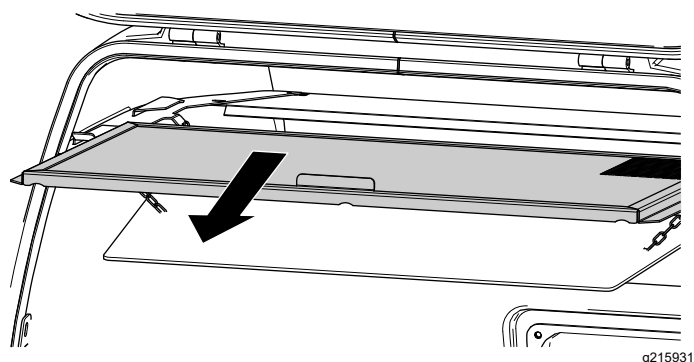

Figure 112
3. Déposez et nettoyez le filtre de la trémie (Figure 112).